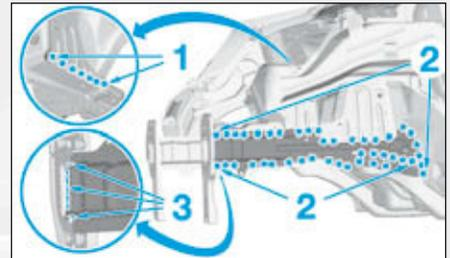

FIG.30
- Dépointer les points électriques en (1) et (2) (Fig.30).
- Meuler les cordons MAG en (3).